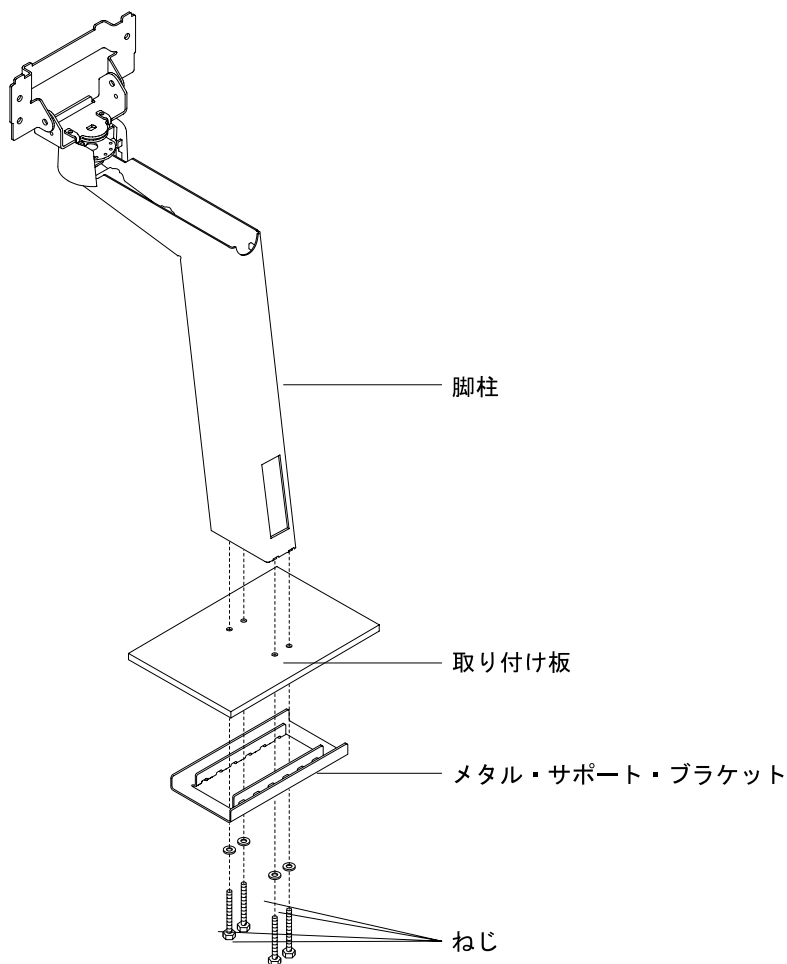

図 14. 分離型脚柱の取り付け図
分離型脚柱には、脚柱の長さが低いものと高いものとの 2 種類があります。両方の脚柱は、カウンターに固定しますが、取り付け方法は同じです。図14 は、長い方の脚柱の例で、取り付ける順序を示しています。
3. 図14 に示すように、M6 ねじ 4 本を使用して、カウンターに脚柱をしっかりと取り付けます。メタル・サポート・ブラケットに付いているスロットは、極めて高い安定度で脚柱を取り付けることができます。